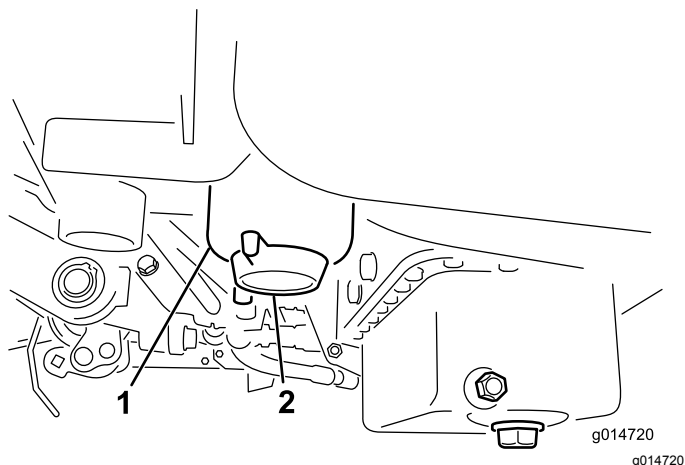

Рисунок 30
- Откройте сливную пробку на топливном фильтре примерно на один оборот и слейте всю накопившуюся воду (Рисунок 30).